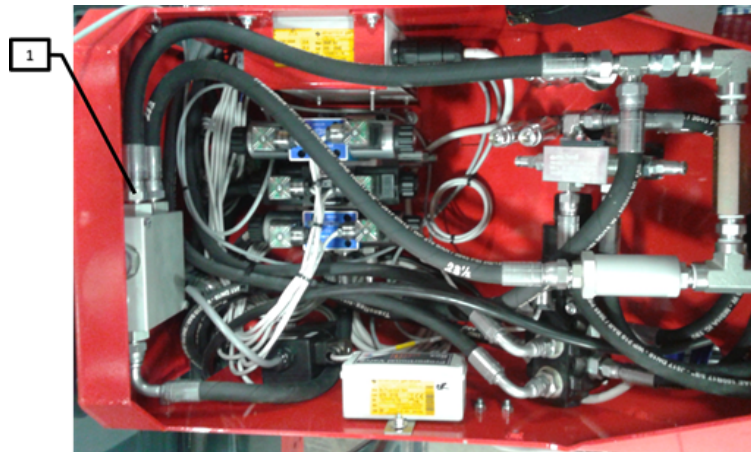
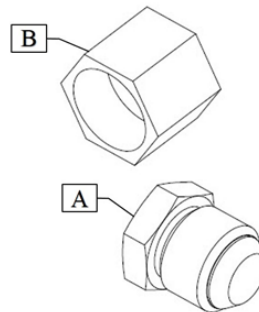

Figure 14 — Nez d'un mélangeur avec un ou deux convoyeurs
Figure 15 — Bouchons
2. Débranchez le flexible hydraulique (Figure 14, repère 1).
3. Installez le bouchon (Figure 15, repère A) sur le flexible hydraulique.
4. Installez le bouchon (Figure 15, repère B) sur la valve proportionnelle (Figure 14, repère 1).
NOTE : Les bouchons (Figure 15, repères A et B) se trouvent dans la boîte noire fournie avec votre machine.